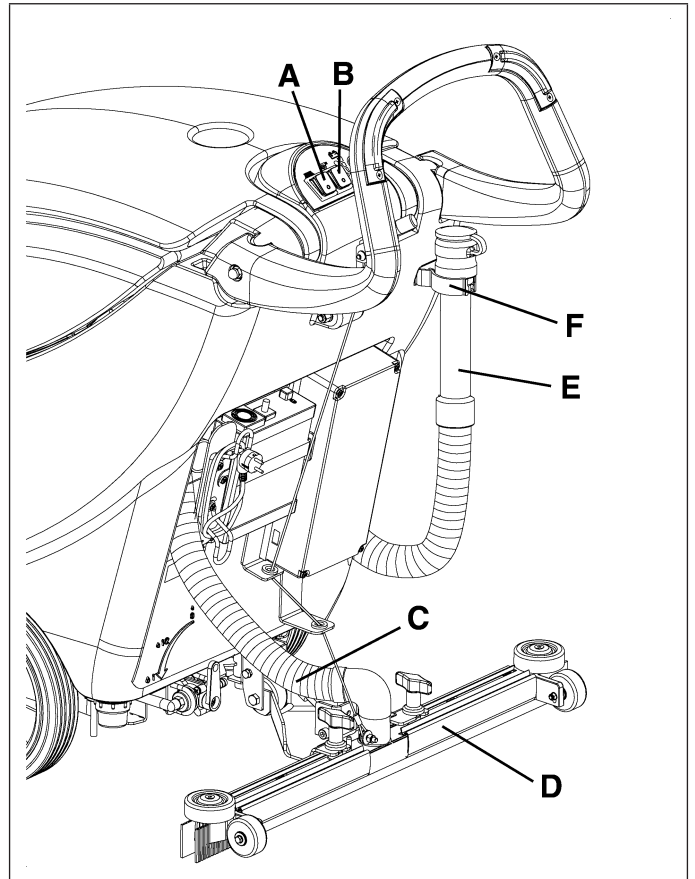

Figure 22
3. Controlar que los interruptores (A y B, Fig. 22) estén en posición "0".
4. Desconectar el tubo de aspiración (C, Fig. 22) de la boquilla (D).
5. Desconectar el tubo de descarga del agua de recuperación (E, Fig. 22) del soporte relacionado (F).